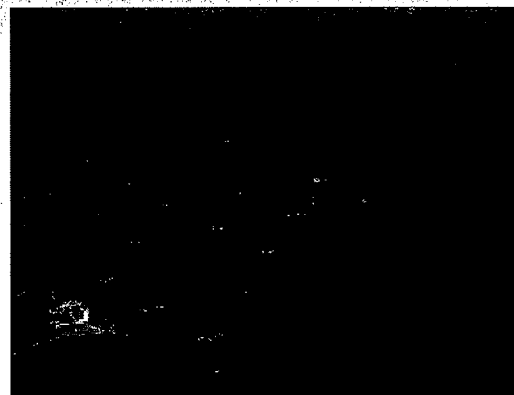

Figura 41
1. Retire los cuatro tornillos que sostienen la placa de pedal al depósito de la solución (consulte la figura 41).